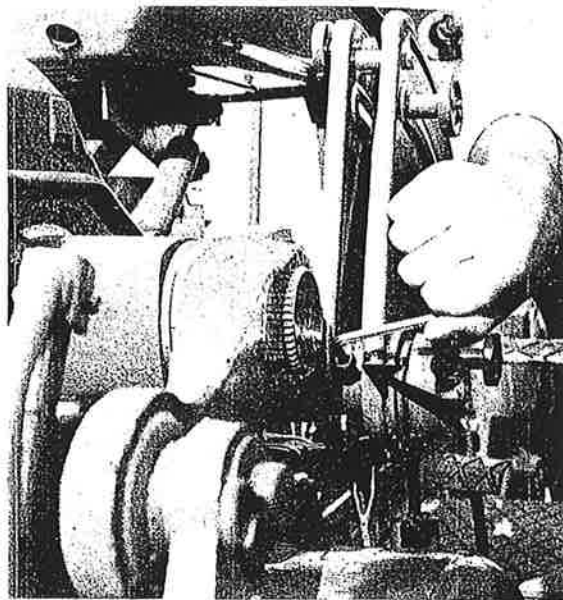

FIG. 87
- faire tourner par de petits déplacements dans le sens du relevage l'axe (Fig. 87) jusqu'à ce que l'action de relevage soit terminée, c'est-à-dire lorsque la fin de course de sécurité entre en service;